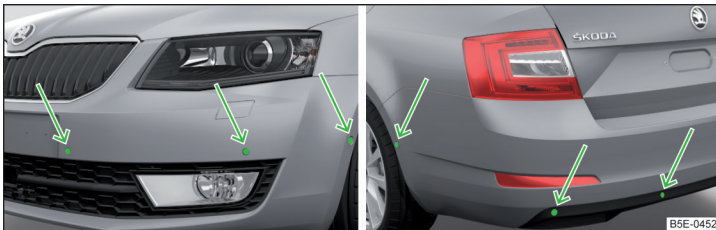

Abb. 146 Verbauort der Sensoren auf der linken Fahrzeugseite: vorn/hinten
- Die Systemsensoren » Abb. 146 auf Seite 130 sauber, schnee- sowie eisfrei halten und mit keinerlei Gegenständen abdecken, anderenfalls kann die Systemfunktion eingeschränkt sein.
Das System berechnet mithilfe von Ultraschallwellen den Abstand zwischen dem Stoßfänger und einem Hindernis. Die Ultraschallsensoren befinden sich je nach Fahrzeugausstattung im hinteren bzw. auch im vorderen Stoßfänger » Abb. 146.